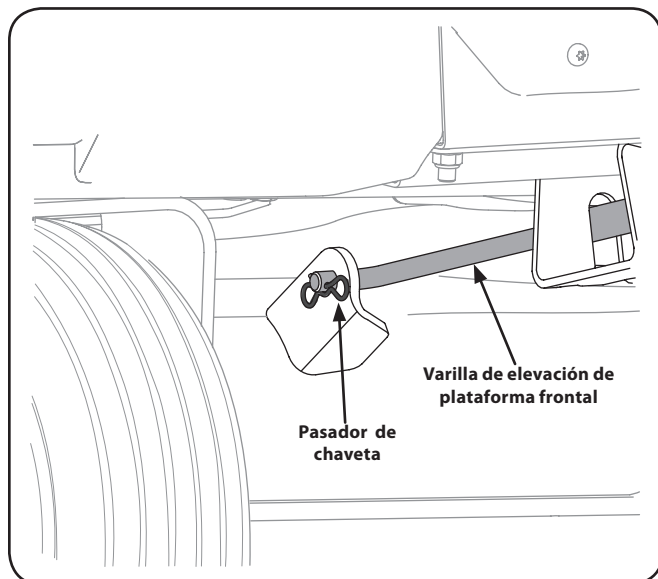

Figure 7-6
6. Tire del pasador de chaveta hacia afuera de la varilla de elevación delantera de la plataforma que la sujeta a la plataforma. Consulte la Fig. 7-6. Deslice la varilla de elevación de la plataforma fuera de la ménsula de suspensión frontal.